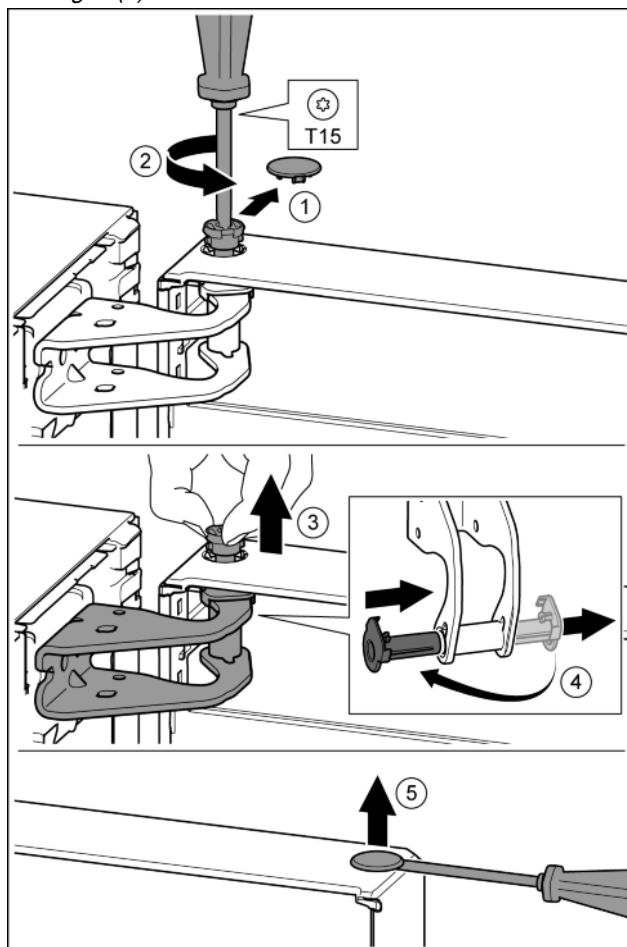

Fig. 10
- ▶ Ostrożnie zdjąć osłonę zabezpieczającą. Fig. 10 (1)
- ▶ Sworzeń wykręcić nieco przy pomocy śrubokręta T15. Fig. 10 (2)
- ▶ Przytrzymać drzwi i wyjąć sworzeń palcami. Fig. 10 (3)
- ▶ Tuleję łożyskową wyjąć z prowadnicy. Założyć z drugiej strony i ząbnić. Fig. 10 (4)
- ▶ Zatyczkę ostrożnie podważyć przy pomocy śrubokręta i wyjąć z tulei łożyskowej drzwi. Fig. 10 (5)